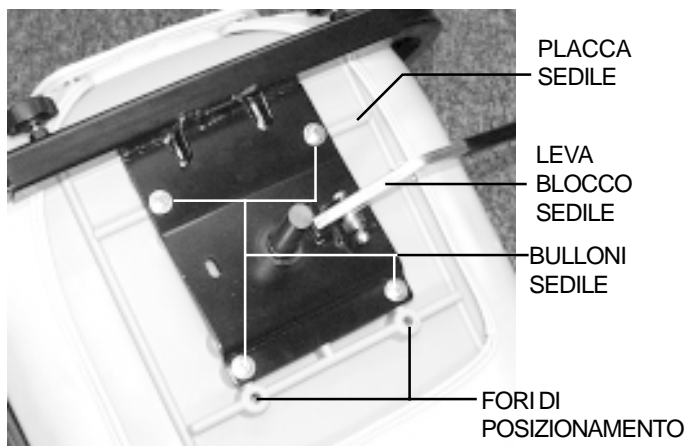

FIGURA 12. REGOLAZIONE SEDILE AVANTI-INDIETRO
1. Tirare verso l'alto la leva di blocco del sedile e sollevare il sedile fino a staccarlo dallo scooter. Si veda figura 12.